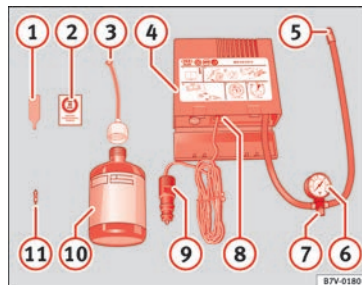

Fig. 67 Rappresentazione standard: contenuto del kit per la riparazione degli pneumatici.
- Svitare il cappuccio e l'elemento di tenuta della valvola del pneumatico. Utilizzare l'apparato » **fig. 67 ①** per estrarre l'elemento di tenuta. Collocarlo su una superficie pulita.
- Agitare vigorosamente la bomboletta del sigillante per pneumatici » **fig. 67 ⑩**.
- Avvitare il tubo di gonfiaggio » **fig. 67 ③** alla bomboletta del sigillante. La piombatura della bomboletta si rompe automaticamente.
- Rimuovere il tappo del tubo di riempimento » **fig. 67 ③** e avvitare l'estremità aperta dal tubo alla valvola dello pneumatico.
- Ricollocare l'elemento di tenuta con l'apparato » **fig. 67 ①** nella valvola del pneumatico.
- Avvitare il tubo di gonfiaggio del pneumatico del compressore » **fig. 67 ⑤** nella valvola del pneumatico.
- Verificare che la vite di sfiato dell'aria sia chiusa » **fig. 67 ⑦**.
- Collegare il connettore » **fig. 67 ⑨** a una presa elettrica a 12 V del veicolo »  pag. 160.
- Collegare il compressore ad aria con l'interruttore ON/OFF » **fig. 67 ⑧**.